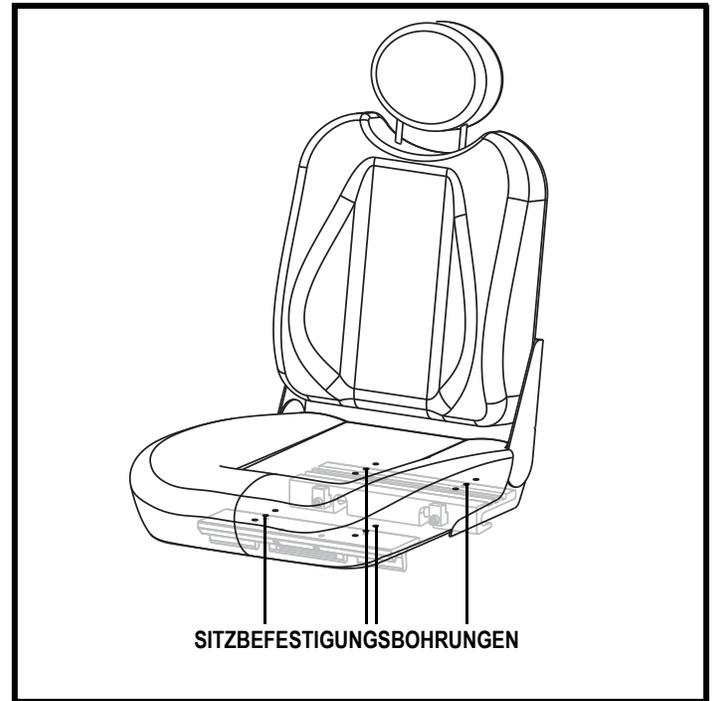

Abb. 16. Sitzbefestigungsbohrungen
7. Die Aluminiemelemente an andere Montagelöcher versetzen. Beide Aluminiemelemente müssen um dieselbe Anzahl von Löchern entweder nach vorne oder nach hinten versetzt werden. **Siehe Abbildung 16.**